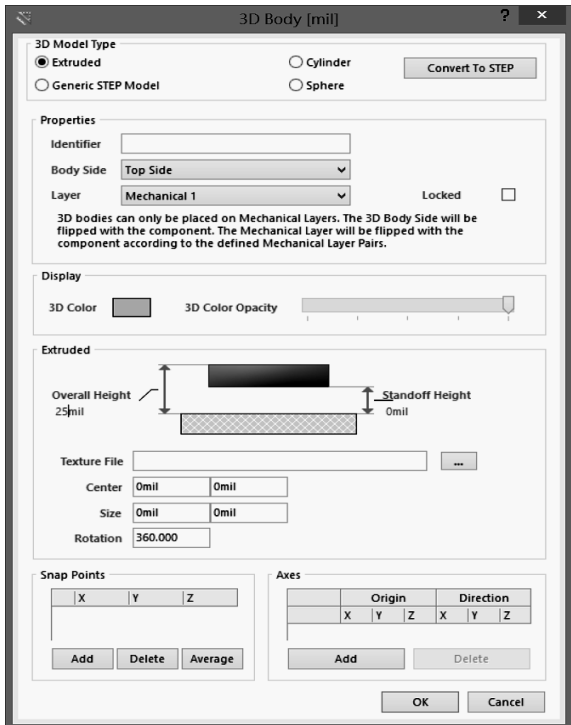
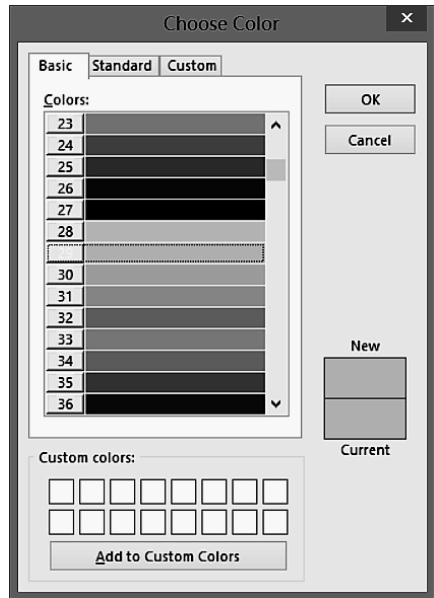

图 9-6-10 添加第二种基础性三维模型对象并设置
图 9-6-11 选择 29 号颜色
(6) 添加两个第二种基础性三维模型对象，即管脚的三维模型对象，同样执行菜单命令 Place→3D Body，弹出 3D Body 对话框。将对话框中的 3D Mode Type 设置为 Extruded，Overall Height 值设置为 25mil，Standoff Height 值设置为 0mil，如图 9-6-10 所示。在 Display 工作区域中双击 3D Color 颜色框，在弹出的 Choose Color 对话框中选择 Basic 标签下的 29 号颜色，如图 9-6-11 所示，单击【OK】按钮，返回 3D Body 对话框，单击【OK】按钮，则在 PCB 封装编辑环境中出现十字形指针并带有三维体符号，进入放置三维模型对象状态，绘制一个长、宽分别为 13mil、50mil